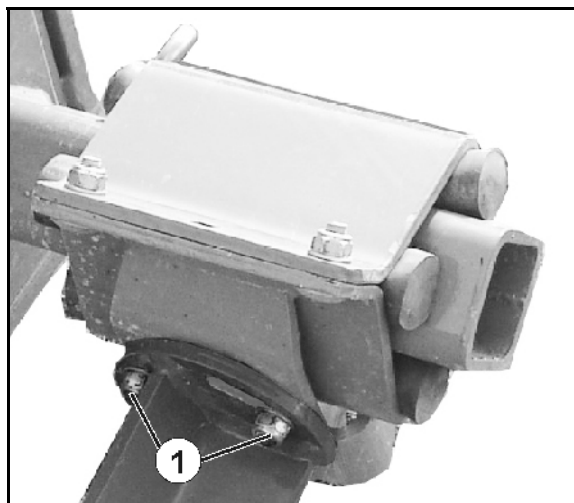

Рис. 61
2. Ослабьте 3 резьбовых соединения (Рис. 61/1).